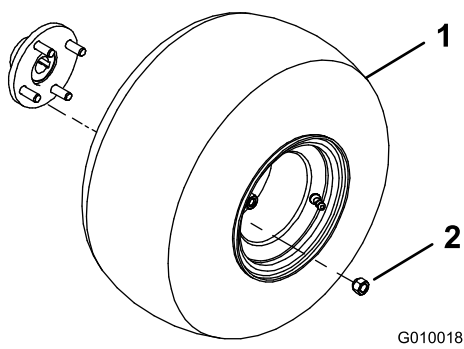

Bild 3
2. Montieren Sie ein Rad auf der Hinterradnabe (Bild 3).
3. Setzen Sie die Radnabenmuttern ein (Bild 3) und ziehen Sie sie auf 61 bis 75 Nm an.